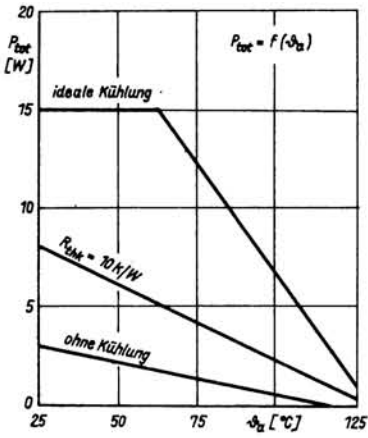

Bild 1: Zulässige Verlustleistung der IS als Funktion der Umgebungstemperatur
Will man die Möglichkeit des Warnblinkens nutzen – sofern nicht schon eine Warnblinkanlage existiert, ist ein Schalter mit zwei Schließern (SW) gemäß Bild 1 anzuschließen. Wo man an die entsprechenden Leitungen anklemmt (Lenksäulenschalter, Verteiler, Sicherung), sollte jeder selbst entscheiden. Bei älteren Pkw – und um ausschließlich diese handelt es sich hier – ist die elektrische Anlage ohnehin meist stark modifiziert. Das Material der Leiterplatte sollte aus mechanischen Gründen (Flachstecker) unbedingt Cevaust sein! Die Biegeplatte ist innen am Gehäusedeckel zweckmäßig mit SYS-PUR-Zweikomponentenkleber aufzukleben.